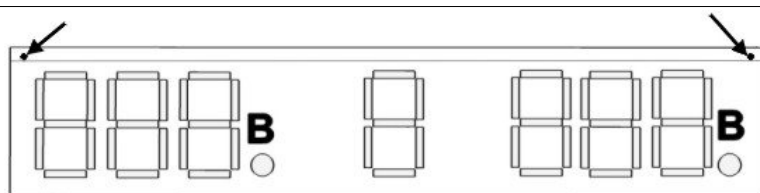

Fig. 8.1: Vis de serrage du panneau frontal
2. Avec un tournevis cruciforme, dévissez les deux vis de serrage du panneau frontal transparent sur le module où est installée la carte à remplacer (Fig. 8.1, Fig. 8.2-1). Dévissez les vis du dessus du profil de fixation du panneau frontal sur le module des noms des équipes.